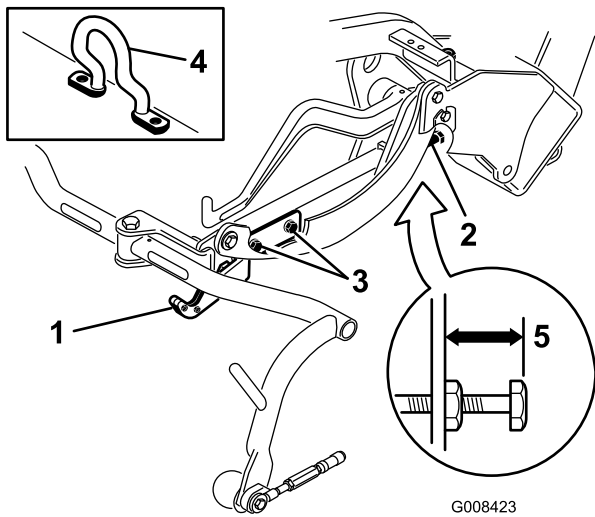
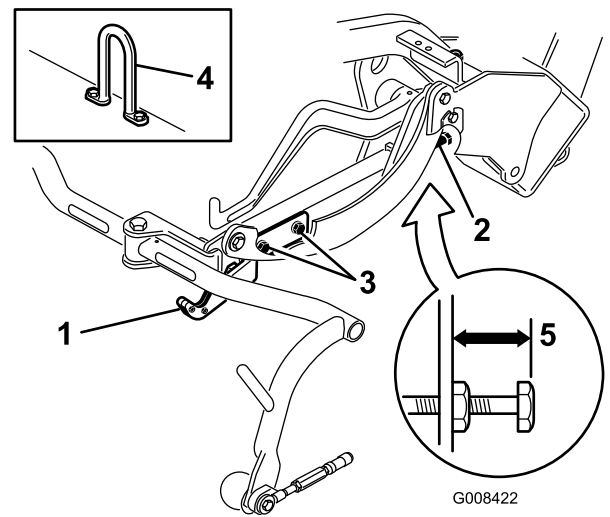
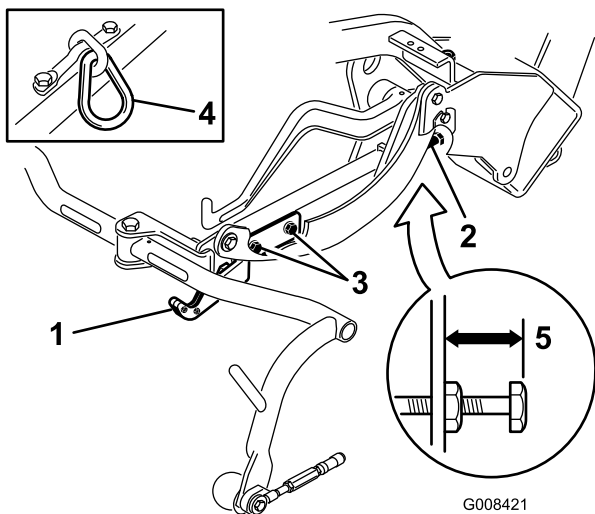

Figura 12
Figura 14
Figura 13
Verifique a altura de transporte (**Figura 13** e **Figura 14**) e ajuste-a, se necessário.
2. Em unidades de corte equipadas com um gancho de elevação desviado (**Figura 12**, em destaque) verifique se a distância a partir da parte superior do parafuso de ajuste da estrutura de suporte até à parte posterior da estrutura de suporte é de 25 mm. Se a distância não for de 25 mm, avance para o passo 4.
3. Em unidades de corte equipadas com um elo de corrente ou um cilindro de elevação reto (Figura 13 e Figura 14, em destaque) verifique se a distância a partir da parte superior do parafuso de ajuste da estrutura de suporte até à parte posterior da estrutura de suporte é de 22 mm. Se a distância não for de 22 mm, passe ao passo 4. Se a unidade de corte estiver equipada com uma articulação de elevação desviada (Figura 12), avance para o passo seguinte.
4. Desaperte os parafusos de montagem da placa de transporte (Figura 13, Figura 14 e Figura 12).
7. Se as estruturas de suporte não estiverem à mesma altura, desaperte a porca de bloqueio no parafuso de ajuste da estrutura de suporte (Figura 12, Figura 13 e Figura 14). Rode o parafuso para fora para elevar e para dentro para descer. Aperte a porca de retenção após ajustar a altura devida.